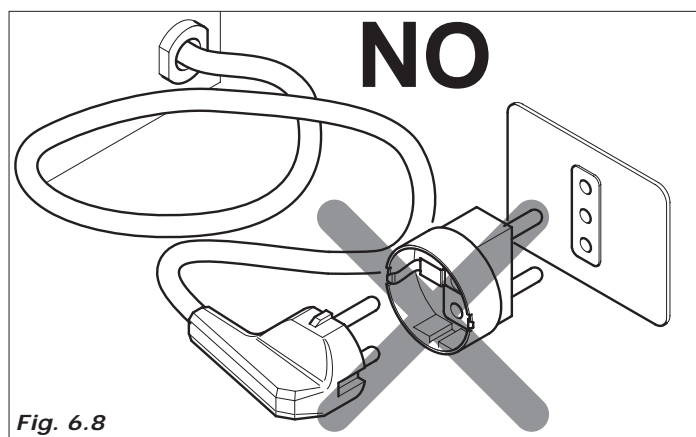

Fig. 6.8
- Los tomas que no sean compatibles con la clavija, se han de sustituir (Fig. 6.8).